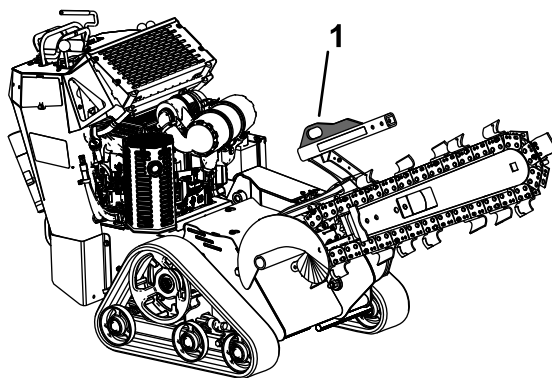
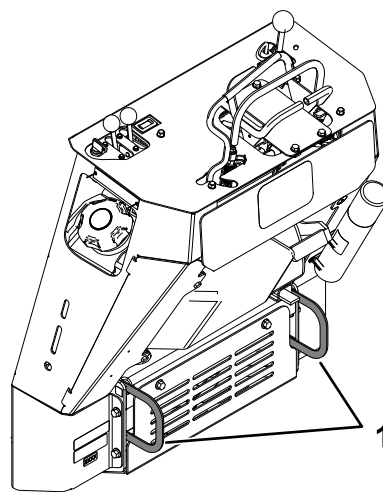

Figura 17
Figura 18
3. Sujete la máquina a un remolque con cadenas o correas usando los puntos de amarre/izado situados en la parte delantera y trasera de la máquina (Figura 17 y Figura 18). Consulte en la normativa local los requisitos aplicables al remolque y al sistema de amarre.
Puede izar la máquina usando los puntos de amarre/izado (Figura 17 y Figura 18).